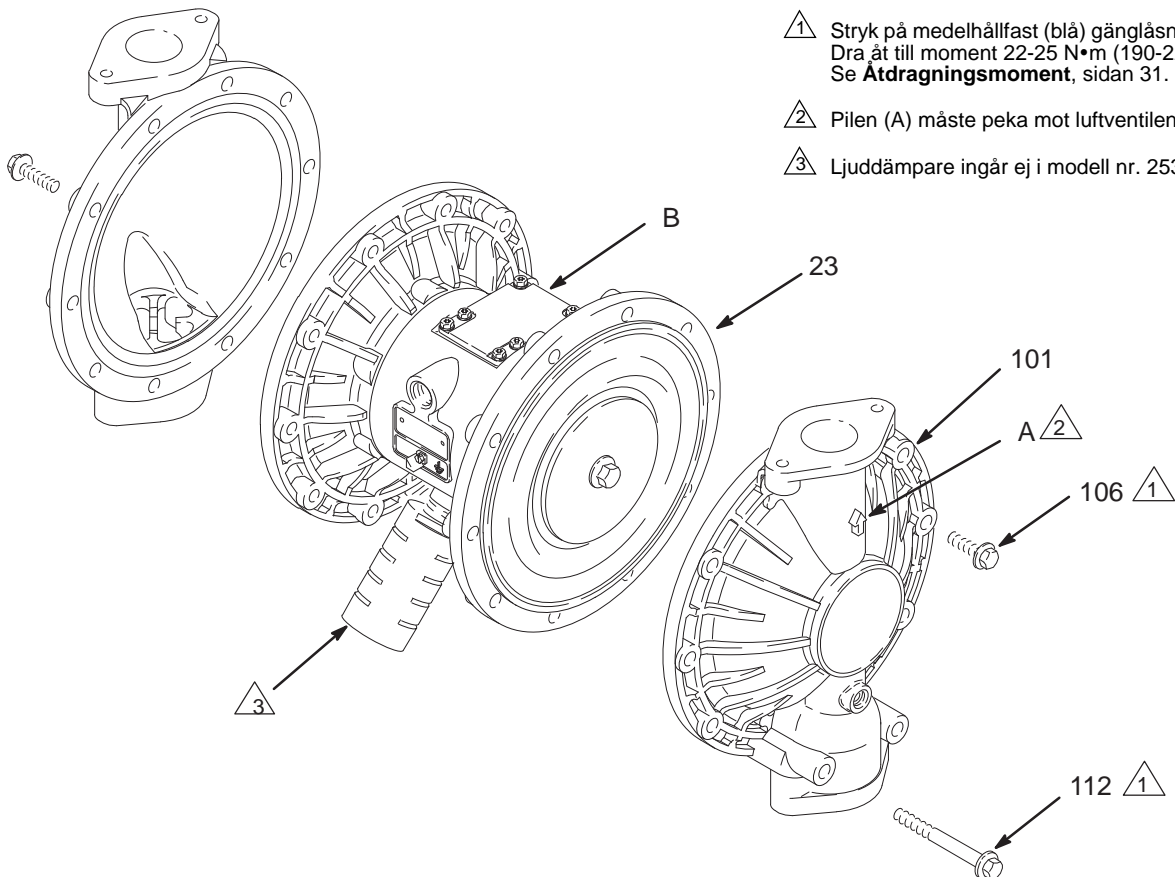

FIG. 11
3. Skruva med en 13 mm hylsnyckel bort skruvarna (106 och 112) som håller ihop vätskelocken (101) och luftlocken (23). Dra av vätskelocken (101) från pumpen. Se FIG. 11.
- Sätt på o-ringen (108\*) på axelbulten (107).
- Sätt på vätskesidans membranplattan (105) på bulten med den rundade sidan mot membranet (401).
- Endast PTFE-modeller,* montera PTFE-membranet (403\*). Se till att sidan märkt AIR SIDE vänds mot mittsektionen (1).
- Sätt på membranet (401\*) på bulten. Se till att sidan märkt AIR SIDE vänds mot mittsektionen (1).
- Montera luftsidans membranplatta (104) med den försänkta sidan vänd mot membranet (401).
- Stryk på medelhållfast (blå) gänglåsning på bultgängorna (107). Dra åt bulten (107) i axeln (24) med handkraft.
- Övergjutna membran:* Montera luftsidans platta (104) på membranet (403). Plattans breda, rundade sida måste vara vänd mot membranet. Applicera medelhållfast (blå) Loctite-gänglåsning eller motsvarande på membranenheten. Dra åt enheten i axeln (24) med handkraft.
- Fetta in hela membranaxeln (24) och trä den genom huset (1).
- Håll ena axelbulten (107) med en skiftnyckel och dra åt den andra bulten till moment 27 till 34 N•m vid maximalt 100 rpm. *OBSERVERA: Detta steg gäller inte för pumpar med övergjutna membran.*
- Passa in vätskelocken (101) och mittsektionen (1) så att pilarna (A) på locken riktas åt samma håll som luftventilen (B). Applicera medelhållfast (blå) gänglåsning på gängorna på skruvarna (106) och (112) och dra åt skruvarna med handkraft. Sätt i de längre skruvarna (112) i de undre hålen i locken. Se Fig. 11 Dra skruvarna korsvis och jämnt till moment 22-25 N•m. Se **Åtdragningsmoment**, sidan 31.